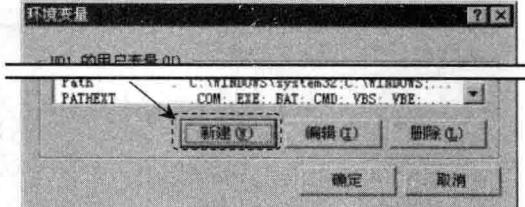

图 1.2.4 “环境变量”对话框
- 步骤 04** 在图 1.2.4 所示的“环境变量”对话框中，单击 **新建 (N)** 按钮。